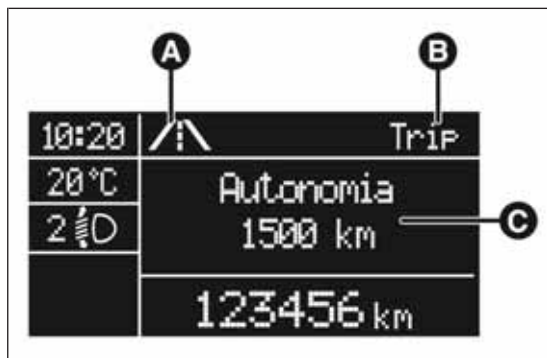

fig. 11
- ☐ icono animado en la parte superior fig. 11;